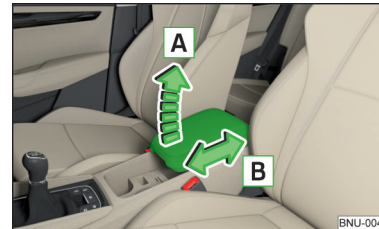

Abb. 82
- Zur **Höheneinstellung** die Armlehne in Pfeilrichtung **A** in eine der Raststellungen anheben » Abb. 82.